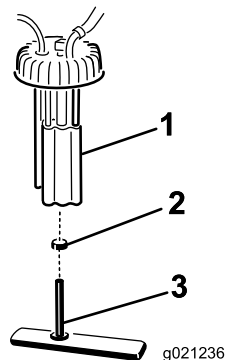

Figure 48
2. Débranchez les connecteurs des faisceaux de câblage de la pompe à carburant (Figure 48).
3. Déposez la pompe à carburant et le filtre à carburant du réservoir (Figure 48).
4. Enlevez le collier qui fixe le flexible du filtre à carburant au raccord de la pompe à carburant. Débranchez le flexible du raccord (Figure 48).